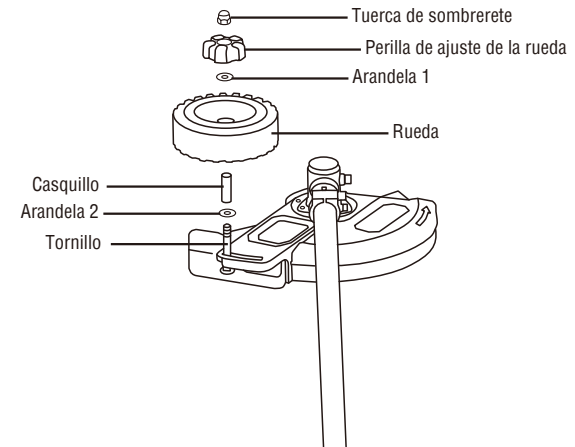

Fig.6
4. Retire del tornillo la tuerca de sombrerete, la perilla de ajuste de la rueda, la arandela 1, la rueda, el casquillo y la arandela 2. Revíselos y sustitúyalos si están desgastados. (Fig.6)
5. Inserte primero el tornillo a través de la ranura de la barra guía de ajuste de la rueda, y monte la arandela 2, el casquillo y la rueda nueva, después monte la arandela 1, la perilla de ajuste de la rueda y la tuerca de sombrerete en el tornillo como se muestra en la Fig. 6)